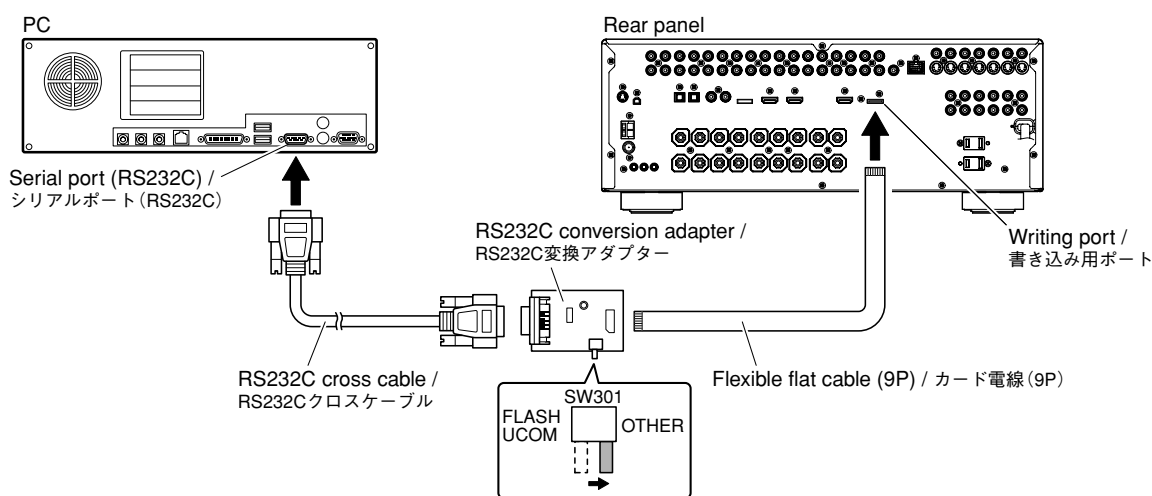

Fig. 1
2. Set the switch (SW301) of RS232C conversion adapter to the "OTHER" side. (Fig. 1)
3. Connect the writing port of this unit to the serial port (RS232C) of the PC with RS232C cross cable, RS232C conversion adapter and flexible flat cable as shown below. (Fig. 1)
2. RS232C変換アダプターのスイッチ (SW301) を“OTHER”側に設定します。(Fig. 1)
3. 本機の書き込み用ポートとPCのシリアルポート (RS232C) を下記のように接続します。(Fig. 1)